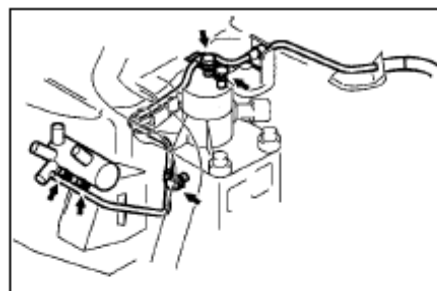

Рис. 72
3. Демонтируйте рабочий цилиндр сцепления и трубопровод (см. Рис. 72).
33. Установите рабочий цилиндр сцепления (см. Рис. 72).